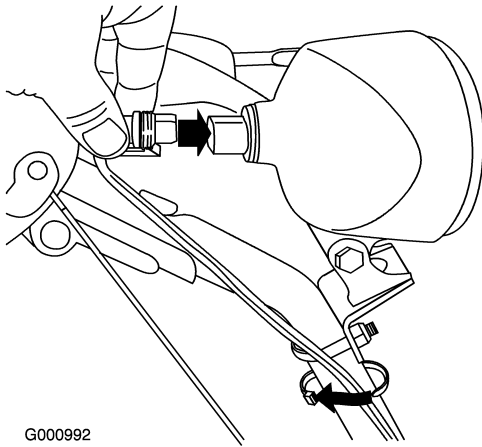

Figure 63
6. Branchez le connecteur directement à l'arrière du phare, et enclenchez-le en position (Figure 63).